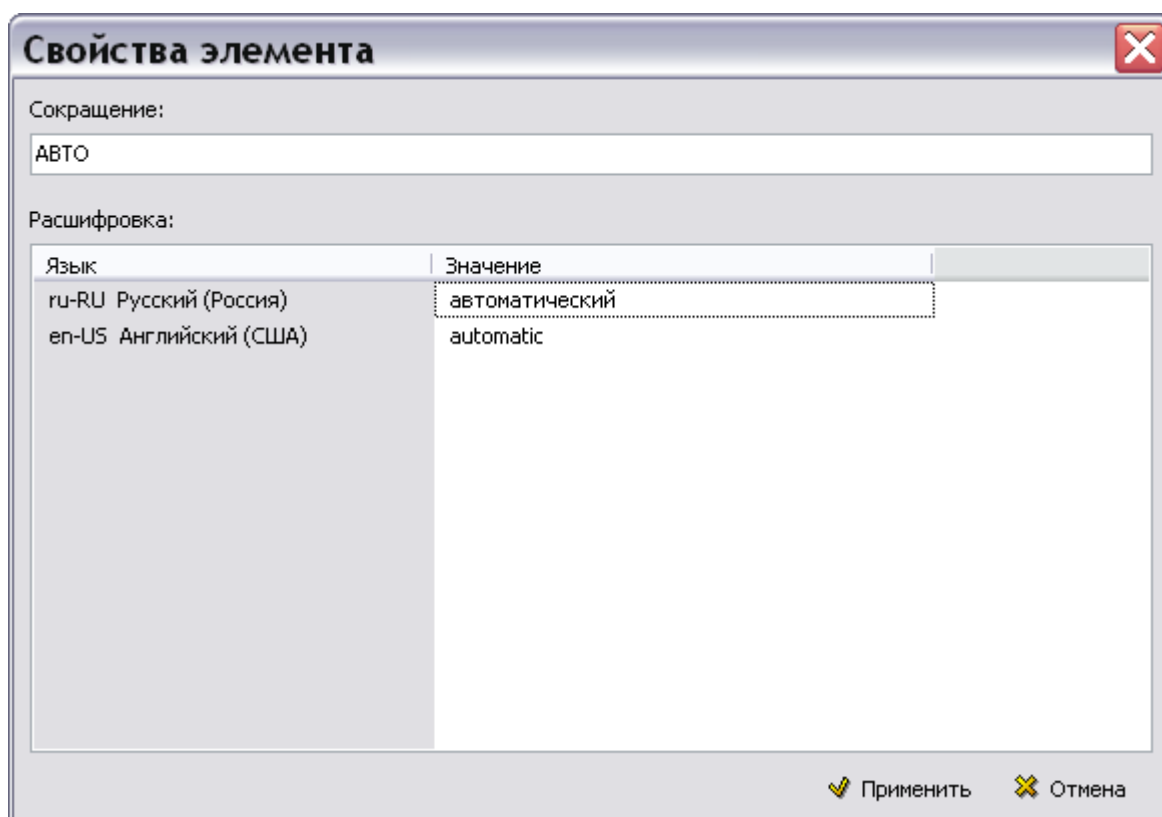

Рис. 7.5
2. На панели инструментов правого окна нажмите на кнопку **Добавить сокращение** . Для ввода (редактирования) значения быстро щелкните левой кнопкой мыши по строке в столбце **Значение**. В окне **Свойства элемента** введите сокращение «АВТО» и его расшифровку на языках шаблона проекта (Рис. 7.5).